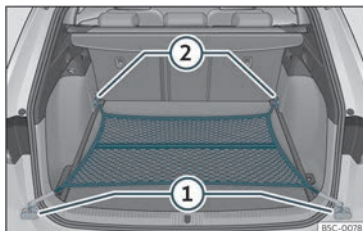

Fig. 125 No maleteiro: bolsa de rede enganchada case tocando o piso.
- Fixe os ganchos da rede nas argolas de amarre (1) e (2)»» **fig. 125** »» . A cremalleira da bolsa ten que quedar cara arriba.